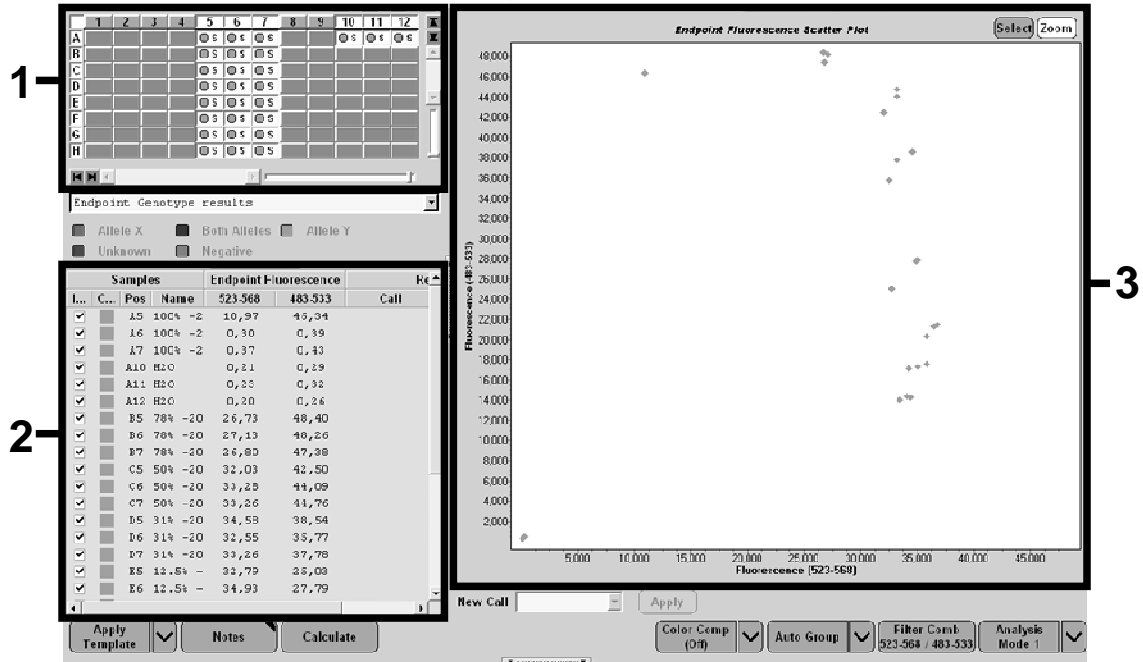

Figura 25. Riepilogo dei dati.
16. Nella finestra successiva (Figura 25) compaiono la configurazione della piastra (1, in alto a sinistra), i risultati della fluorescenza per ogni campione (2, in basso a sinistra) e il diagramma a dispersione con la discriminazione allelica (3, a destra; fluorescenza FAM e VIC misurate nel 50° ciclo di PCR).